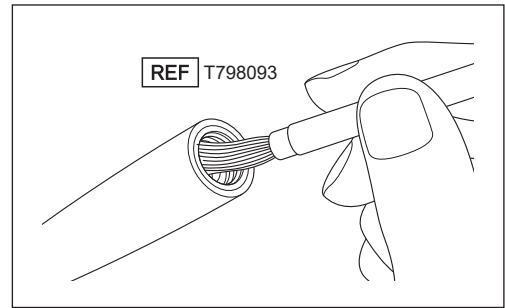

図41
- 3) ハンドピース接続部内側に付着しているパウダーを付属の掃除用ブラシで取り除きます（図41）。